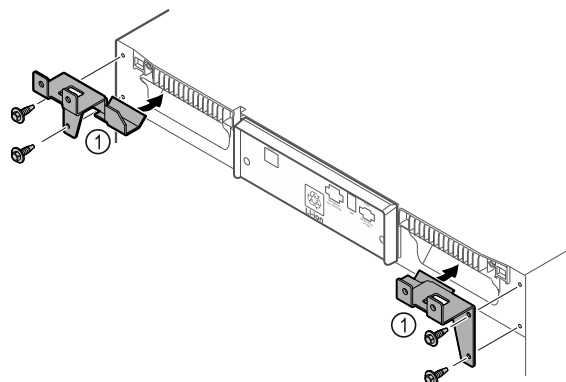

Fig. 8
- ▶ Pomocí přiložených šroubů namontuje na spotřebič přídržné díly Fig. 8 (1).